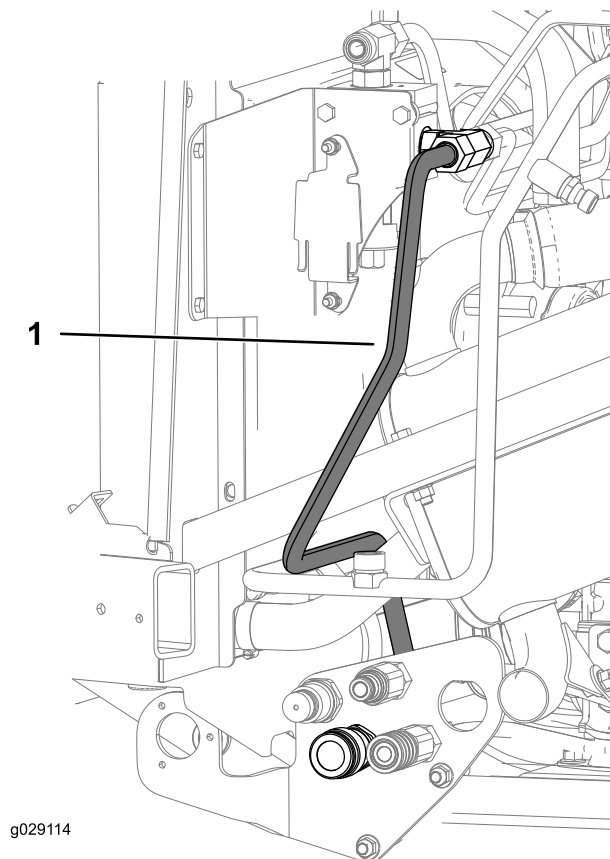

Figure 23
- Reliez le tube hydraulique B du raccord adaptateur en T (5/8" mâle) sur le collecteur droit au raccord (4,02") sur la traversée, comme montré à la Figure 23.